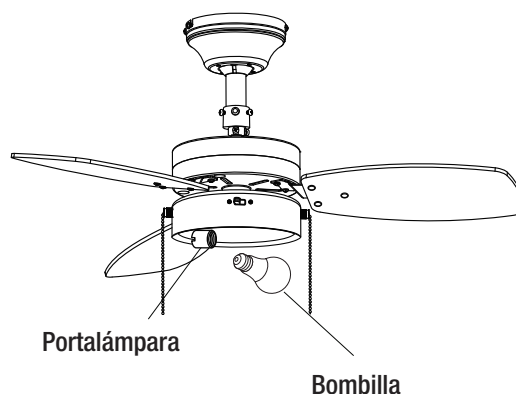

Figura 12
- Coloque una bombilla de luz (9 W máx., LED, base enroscable mediana) al portalámpara (Figura 12).
- Coloque la pantalla de la lámpara (F) en el ajustador de la lámpara mediante un suave giro y ajuste en sentido horario (Figura 12).